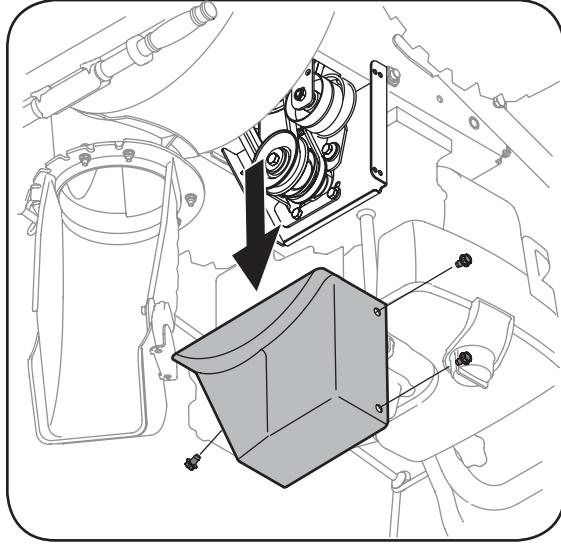

Figure 6-4
- Enlevez le couvre-courroie en plastique sur le devant du moteur en retirant les trois vis autotaraudeuses. Voir la Figure 6-4.